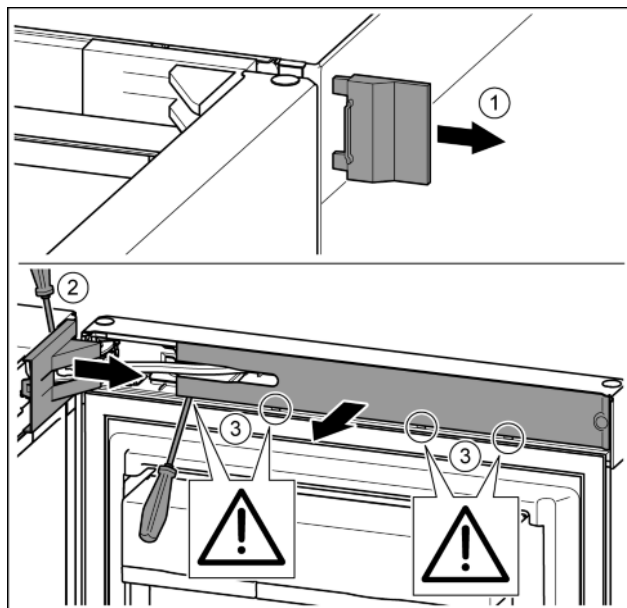

Fig. 10
- Снять внешнюю крышку. Fig. 10 (1)
- При помощи отвертки освободить от фиксаторов крышку опорного кронштейна и отсоединить. Снять крышку опорного кронштейна. Fig. 10 (2)
- Вывести накладку из зацепления и отвести в сторону. Fig. 10 (3)